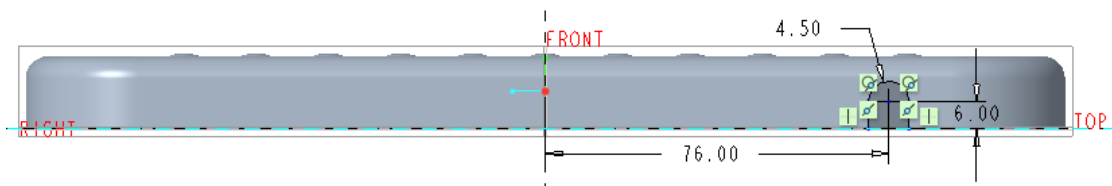

图 5-130 绘制剖面
(3) 绘制图 5-130 所示的剖面，单击✔（确定）按钮。